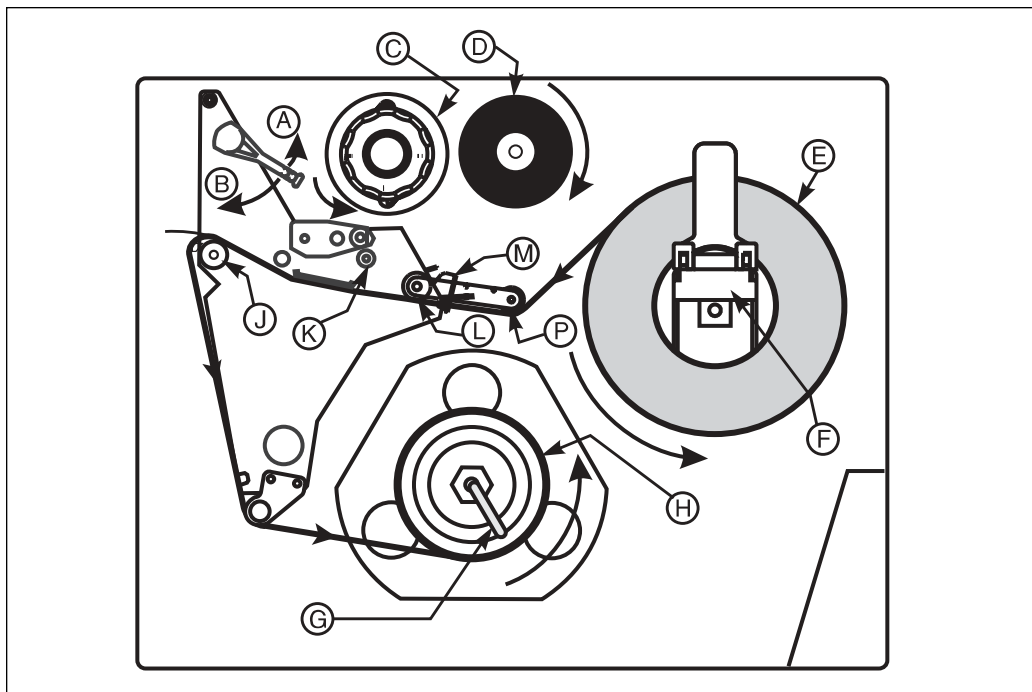
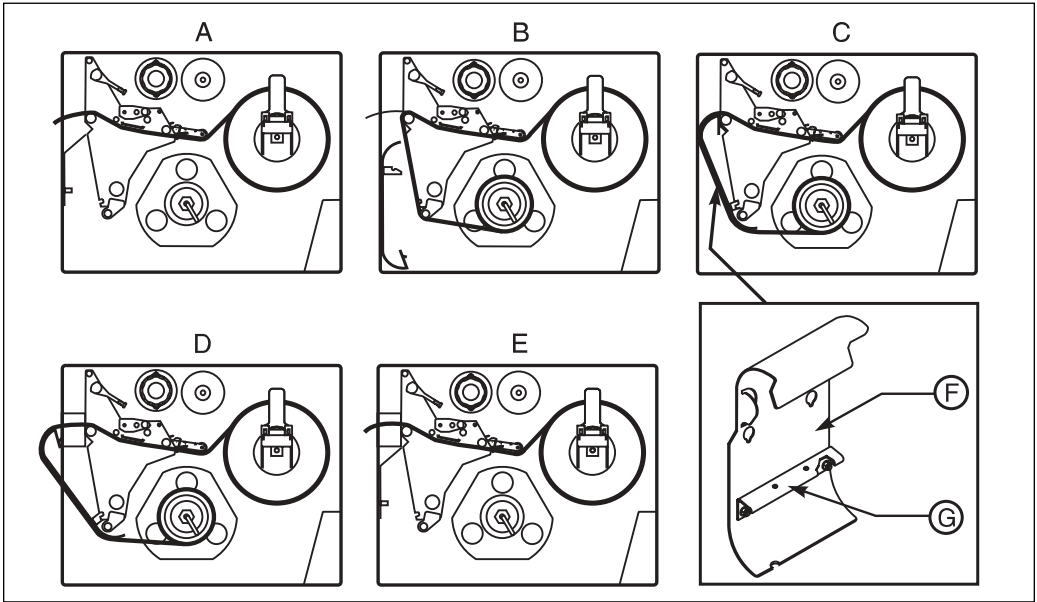

图5
图6
### 撕纸模式的介质卷装载 (图 6-A)
1. 将介质卷 (图 5-E) 放置于「介质供应架」(图 5-F) 或任选的「供应轴」上。
2. 移动位于「上方打印头组件」上的横杆以开启打印头, 使其位于开启位置 (图 5-A)。
3. 松开「介质导板」(图 5-M) 上的螺丝, 并使导板的位置远离打印机框架, 越远越好。
4. 把介质从「活动臂组件」(图 5-P) 底下和「下方滚轴」(图 5-L) 底下穿过, 然后从上方介质导板与主介质导板之间穿过, 越过打印头之下, 到达「压纸滚轴」(图 5-J) 之上。
5. 调整「介质导板」(图 5-M) 的位置, 直到其碰触到介质外缘, 而不会扣紧为止。请确定其与介质边缘平行, 然后拧紧螺丝。
6. 移动位于「上方打印头组件」上的横杆以关闭打印头, 使其位于关闭位置 (图 5-B)。
## 剥离模式 (图 6-B)
3. 从「拾取轴杆」(图 5-H) 上取下「轴杆钩」(图 5-G)。如果您使用卷芯, 请把所有的胶带从卷芯上拆下, 并将其穿在「回卷轴」上, 直到其厚度增加而碰到导板为止。
**注意:** 在关闭「打印头开启杆」之前, 请确认整个介质的通路 (1) 介质经过定位后紧靠内部导板, 而几乎不接触外部导板与「介质供应导板」, (2) 介质已被拉紧, (3) 当介质在「回卷轴」/卷芯上卷绕时, 介质与其本身平行, 也与整个走纸通路平行。
## 回卷模式 (图 6-C 和 6-D)
1. 在打印组件的前方, 把「介质回卷板」(图 6-F) 从介质仓内部的存放位置上取出。
2. 反转「回卷板」, 使其附带的「钩板」(图 6-G) 的边缘朝下。
4. (仅对于带切纸器/回卷选项的打印机, 图 6-D。) 把「回卷板」上的两个小突起插入「切纸器托架」上对应的槽孔内。「回卷板」应当回弹到适当的位置。
6. 从「拾取轴杆」(图 5-H) 上取下「轴杆钩」(图 5-G)。如果您使用卷芯, 请把所有的胶带从卷芯上拆下, 并将其穿在「回卷轴」上, 直到其厚度增加而碰到导板为止。
7. 如图 5 及图 6 的方式装设介质, 并且 (1) 在「介质拾取轴」上卷动 1-2 次, 再重新安装「轴钩」, 或 (2) 在 76.2 mm 卷芯上卷动 1-2 次。(对某些类型的介质而言, 特别是签条介质, 如果介质无法在卷芯上卷紧, 您可能需要将介质末端用胶带贴在卷芯上。除非有绝对必要, 否则不要用胶带把标签材料贴到卷芯上。)
### 切纸器模式 (图6-E)
1. 根据以上「撕纸模式」的说明来装载介质, 不同之处是介质在装设时要穿过切纸器模块, 如图6-E所示。
调整「介质导轨」(图5-M)的螺丝, 让介质不至于滑动; 确认其与介质边缘平行。
装载色带时，请确认色带的卷芯已靠紧「色带供应轴」的档圈(图5-D)。请勿使用比介质还要窄的色带。